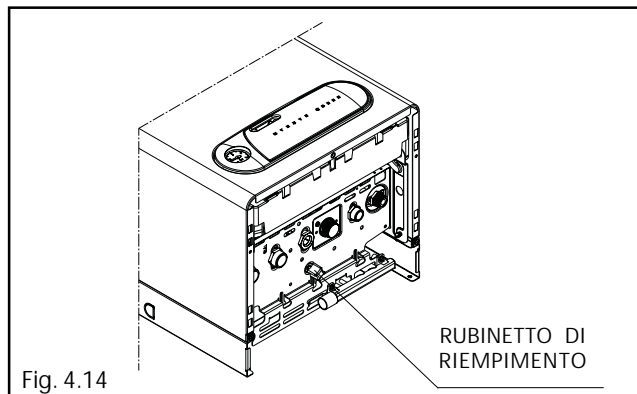

Fig. 4.14
- caricare lentamente aprendo il rubinetto di riempimento (fig. 4.14) fino a che la lancetta dell'idrometro si posiziona tra 1 e 1,5 bar (fig. 4.15)